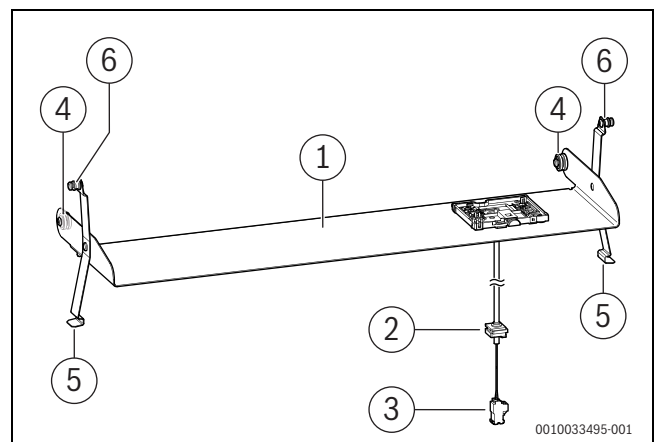

Bild 120 Zubehör CS 36
Um die Bedieneinheit CW 400 im Gerät einzusetzen, ist die Montage eines Einschubs (Zubehör CS 36) notwendig (→ Bild 120, [1]).
- ▶ Rollen (→ Bild 120, [4]) des Einschubs in die Seitenteile der Speicherverkleidung einhängen.
- ▶ Mit Hilfe der Haltefedern (→ Bild 120, [5]) in der horizontalen Position fixieren.
- ▶ Zapfen (→ Bild 120, [6]) auf beiden Seiten des Einschubs in das Vorderteil der Speicherverkleidung einhängen und sichern.